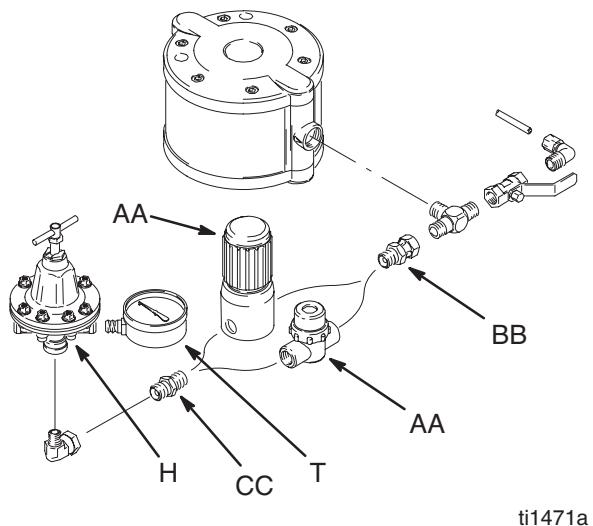

Рис. 2
Обратитесь к Рис. 2. Установите фильтр жидкости между выходом жидкости насоса и штуцером подключения шланга жидкости пистолета. При наличии регулятора жидкости (H), он должен быть повернут таким образом, чтобы манометр (T) не мешал фильтру.